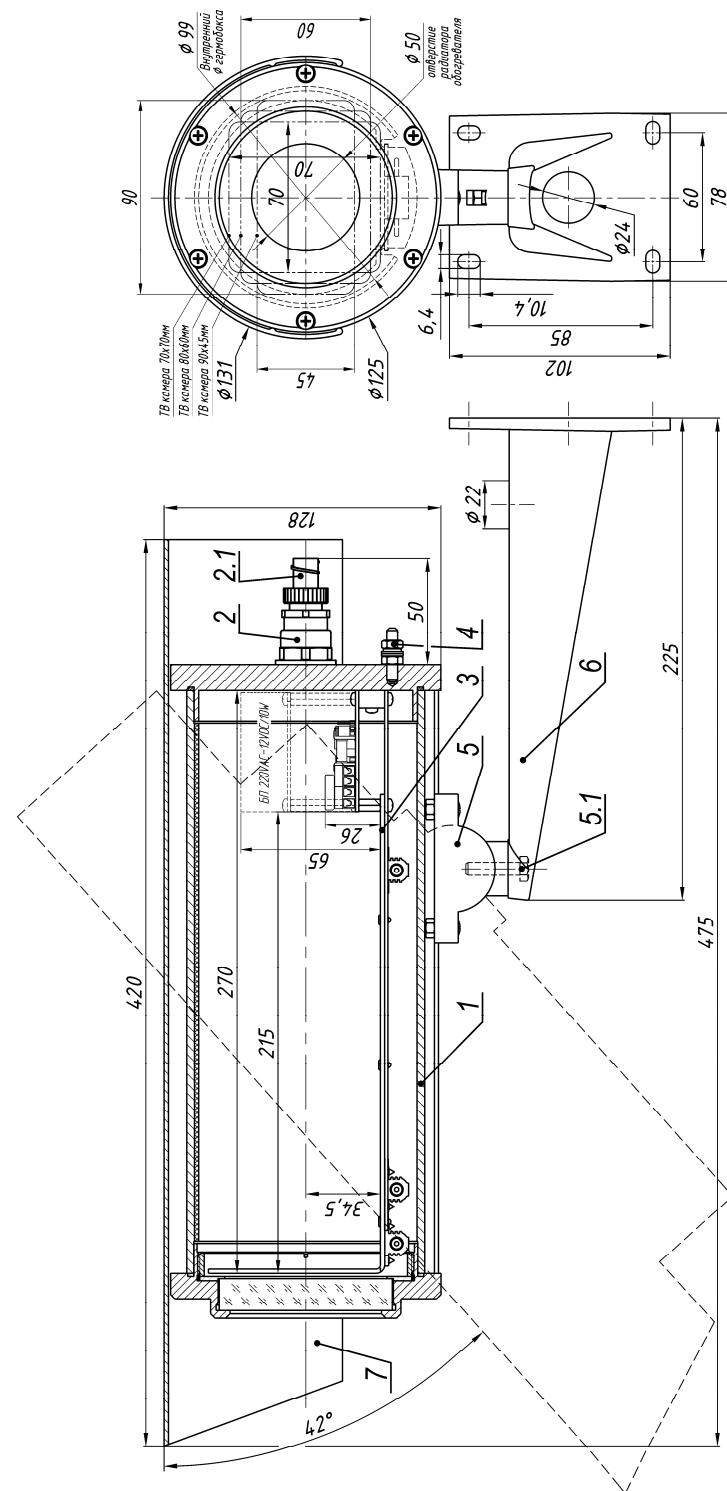

Рис.1 Состав и габаритно-установочные размеры ТГБ-4Г ТВ Ех
2. Выдвинуть модуль видеокамеры (поз.3 рис.1) из кожуха.
9. Обеспечить защиту кабелей во взрывоопасной зоне металлорукавом. Металлорукав фиксируется на гермовводе с помощью держателя металлорукава (поз.2.1 рис.1).
10. Ослабив болт фиксации шарнира (поз.5.1 рис.1), установить гермобокс на нужное направление обзора, после чего надёжно зафиксировать шарнир затянув болт.
11. Заземлить гермобокс с помощью клеммы заземления (поз.4 рис.1).
В состав изделия входят (см. рис.1):